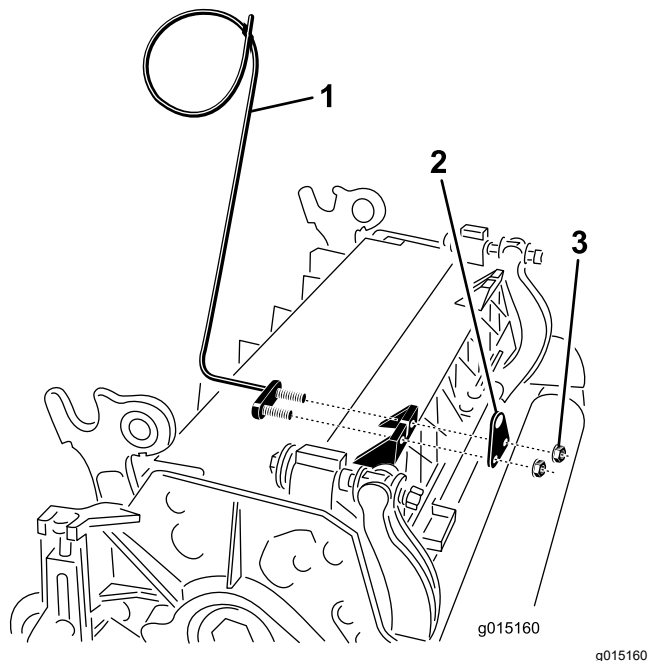
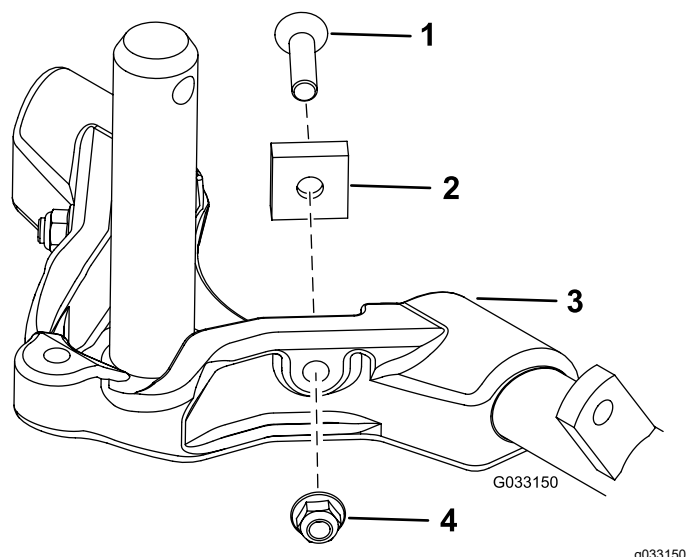

**Figura 12**
**Figura 14**
**Importante:** En la Unidad de corte 4 (delantera izquierda) y la Unidad de corte de 5 (delantera derecha), utilice las tuercas de montaje del soporte de la varilla para instalar las guías de las mangueras a la parte delantera de las pestañas de las unidades de corte. Las guías de manguera deben estar inclinadas hacia la unidad de corte central (Figura 12 a Figura 14).
7. Aumente el alcance de la dirección de las unidades de corte traseras retirando los 2 espaciadores de pivote, tornillos allen y contratuercas con arandela prensada (Figura 15) de los bastidores de tiro de las unidades de corte traseras (Unidades de corte 2 y 3); consulte Figura 12.